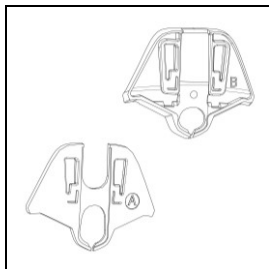

Fig. 1
- Vælg adapteren der bedst passer til hættens beskaffenhed på din model af hjelm (Fig. 1).